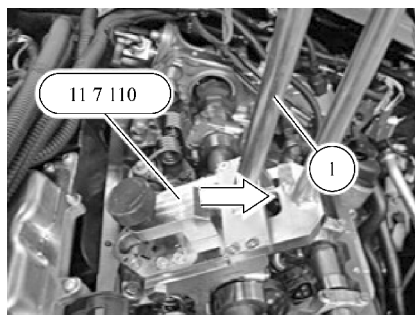

图 14-15 预紧复位弹簧
5) 用操纵杆 1 将复位弹簧在专用工具上预紧，直到锁止挂钩（图 14-15 箭头）嵌入。